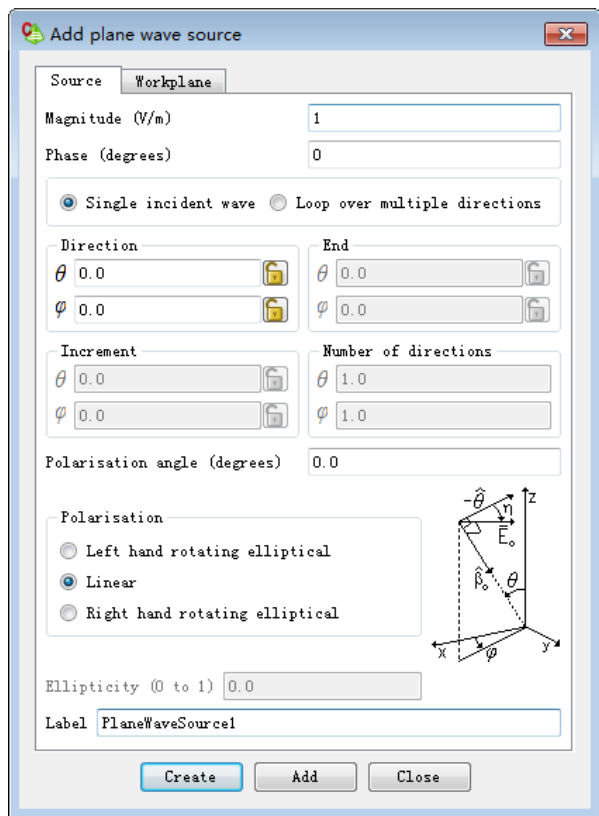

图 9-3 FEKO 中平面波的定义
- 4) 定义平面波。图 9-3 所示为 FEKO 中平面波的定义。